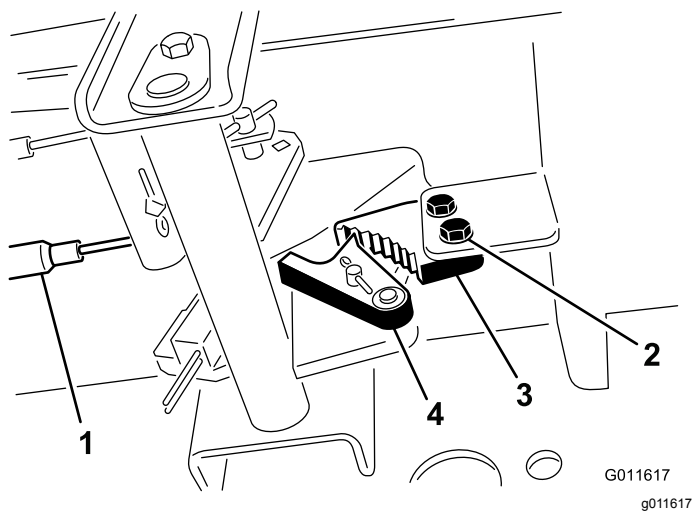

图46
1. 松开将驻车刹车闸固定到机架的 2 个螺钉图46。
2. 向前踩驻车刹车踏板直到刹车卡槽完全接合刹车闸图46。